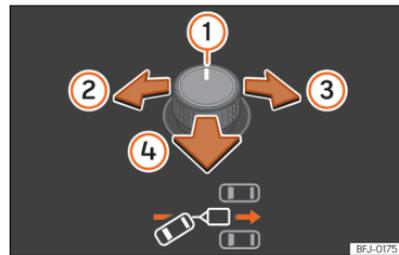
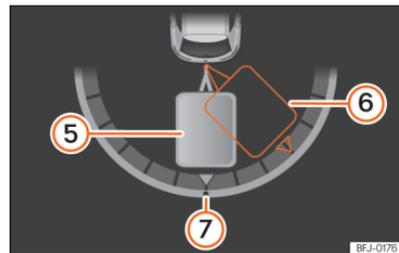

Fig. 149 Comando giratório dos retrovisores exteriores: ajustar o ângulo do reboque.
Fig. 150 Ecrã do painel de instrumentos: na marcha-atrás.
Legenda da »»» Fig. 149 , »»» Fig. 150:
- Rode o comando giratório até atingir a direção desejada »» Fig. 149. No ecrã do painel de instrumentos aparece, a modo de orientação, uma representação do conjunto veículo trator e reboque na posição atual »» Fig. 150.